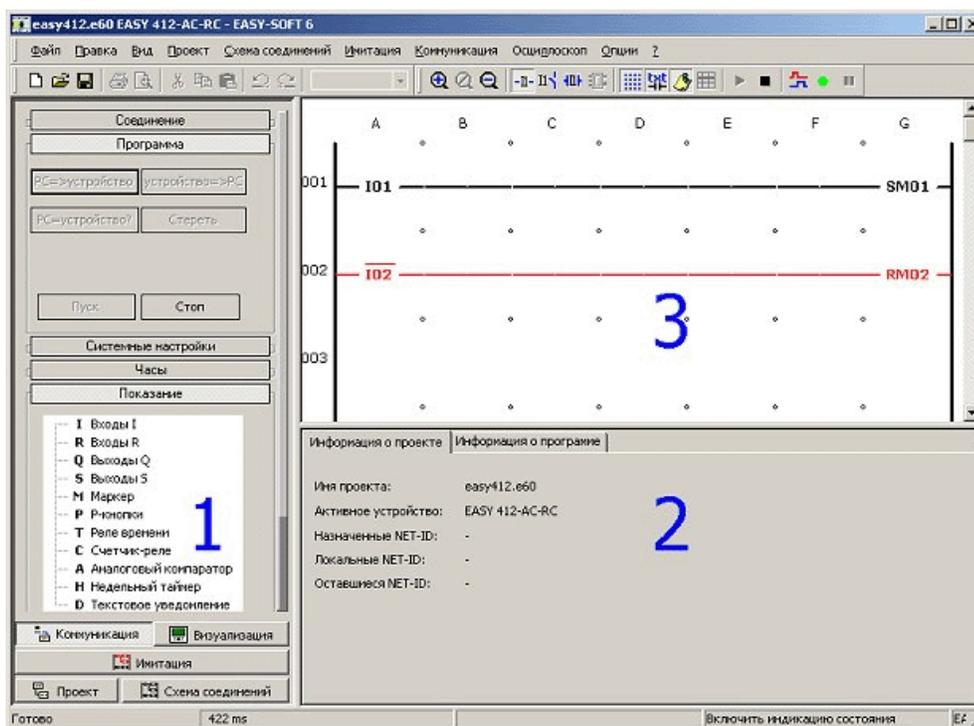

Рисунок 15 - Интерфейс Easy Soft Pro в режиме «Коммуникация»
После успешного испытания программы, для дальнейшей загрузки её на устройство необходимо перейти в режим «Коммуникация». Режим «Коммуникация» EASY-SOFT состоит так же из трех частей и содержит, как и предыдущие два вида, панель инструментов (1), поле свойств (2), схема соединений (3) (рисунок 15).